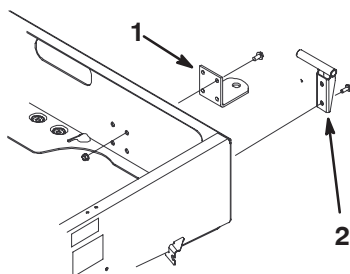

Figura 7
2. Monte o apoio de articulação esquerdo no canto posterior esquerdo do chassis com dois parafusos de cabeça flangeada (3/8 x 1 pol.). Coloque o apoio como se mostra na Figura 7.